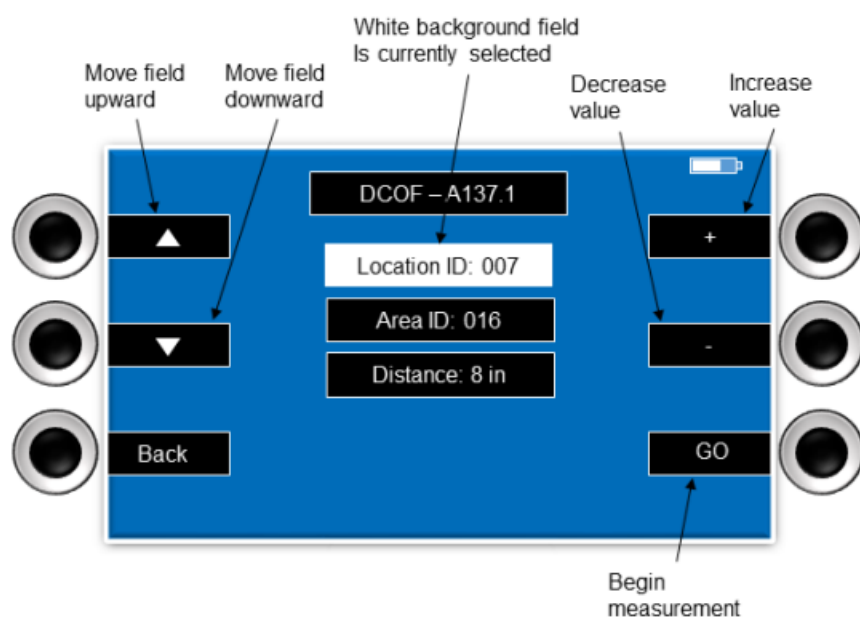

Figure 4
- 7、按下运行按钮开始试验（图 4）本机将发出蜂鸣警报，降低传感器，然后向前移动。